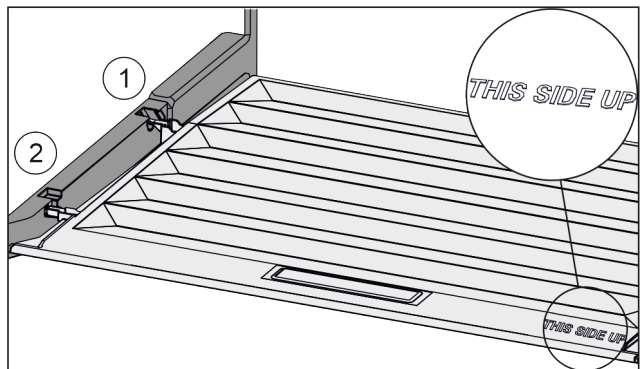

Fig. 95
- ▶ Пъхнете шийките на капака през отвора в задния държач Fig. 95 (1) и фиксирайте отпред в държача Fig. 95 (2).